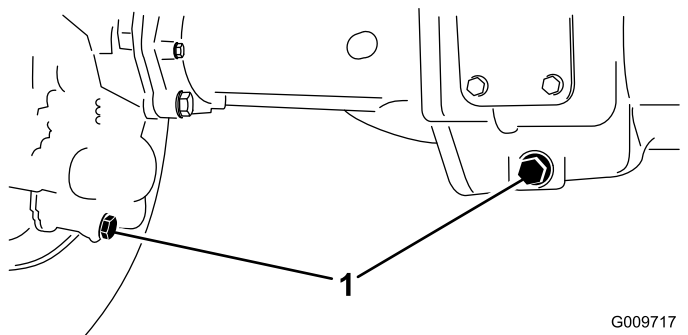

図 67
2. ドレンプラグそれぞれの端部に1本ずつ、中央に1本全部で3本の周囲をきれいにする 図 67。